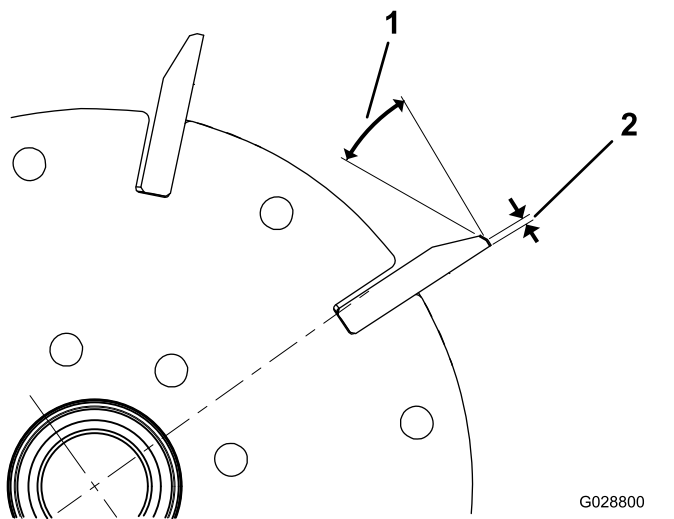

图 23
1. 对所有滚刀棱面进行 30° 铲磨直至棱面宽度达到 1.3mm 图 23。